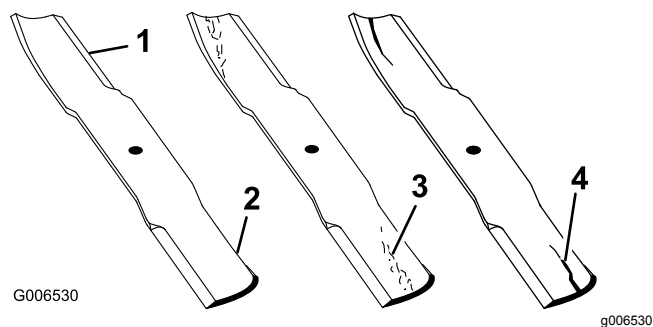

Figura 145
2. Examine cuidadosamente as extremidades da lâmina, prestando especial atenção à zona onde se encontram as partes curvas e planas da lâmina, conforme se mostra na Figura 145.
Nota: Deverá verificar o estado da lâmina antes da operação de corte, já que a areia e outro material abrasivo poderá desgastar o metal que liga a parte curva e plana da lâmina. Se der conta de desgaste, substitua a lâmina (Figura 145).